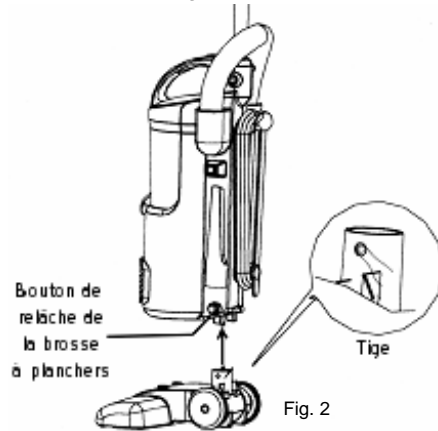

Fig. 2
- Pour retirer la brosse du boîtier principal, appuyez sur le bouton de relâche de la brosse et tirez la brosse du boîtier. (Fig. 2)
- Appuyez sur le bouton de relâche de la brosse à planchers pour retirer la brosse à planchers. (voir Fig. 2 page 15)